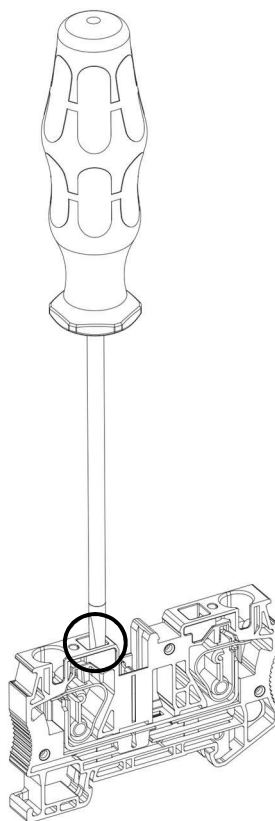

Рисунок 9 - отверстие для отвертки в пружинных клеммах
- Вставьте плоскую отвертку (размер шлица зависит от типа клеммы) в **квадратное** отверстие клеммы (рис. 9).